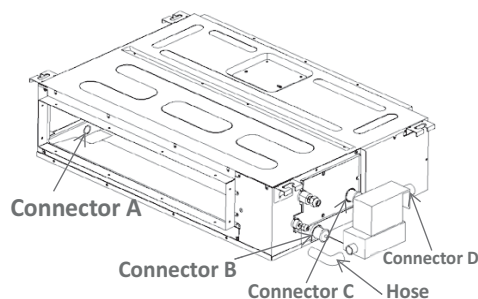

Fig. 31 – Installation de la pompe de relèvement de condensat pour la capacité 18K
- Branchez le tuyau d'évacuation au raccord d'évacuation B (consultez la figure 31).